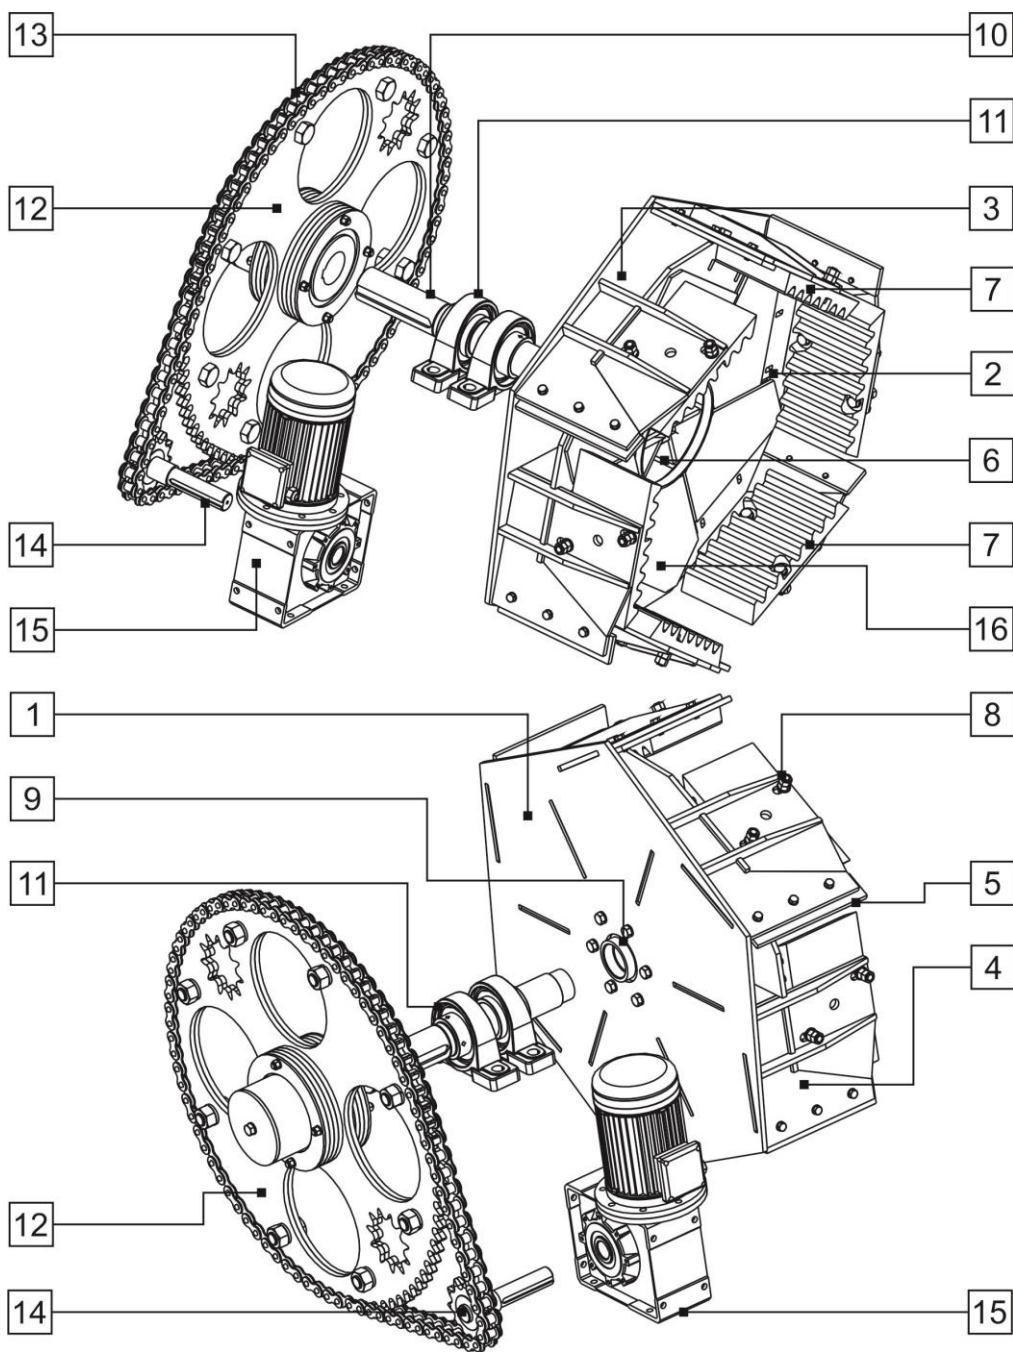

Рис. 6
Элеватор и его привод (Рис. 6) состоят из: задней шестигранной стенки (1), лобовой стенки (2), образующих направляющие каналы (3), зачерпывающих лопаток (4) с защитными пластинами (5),